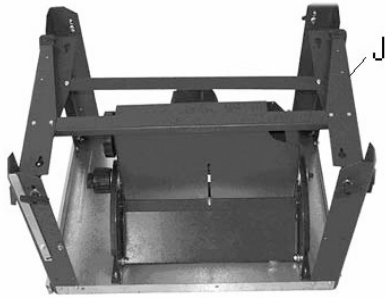

Fig. 2
- Slå benene ud (J, fig. 2) og spænd møtrikkerne.